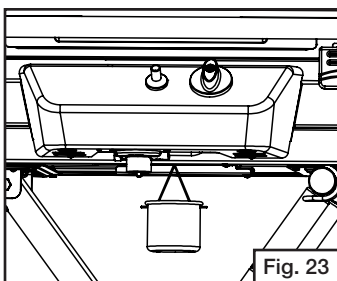

Fig. 23
- Fixez le récipient à graisse sur son support. (Fig. 23)